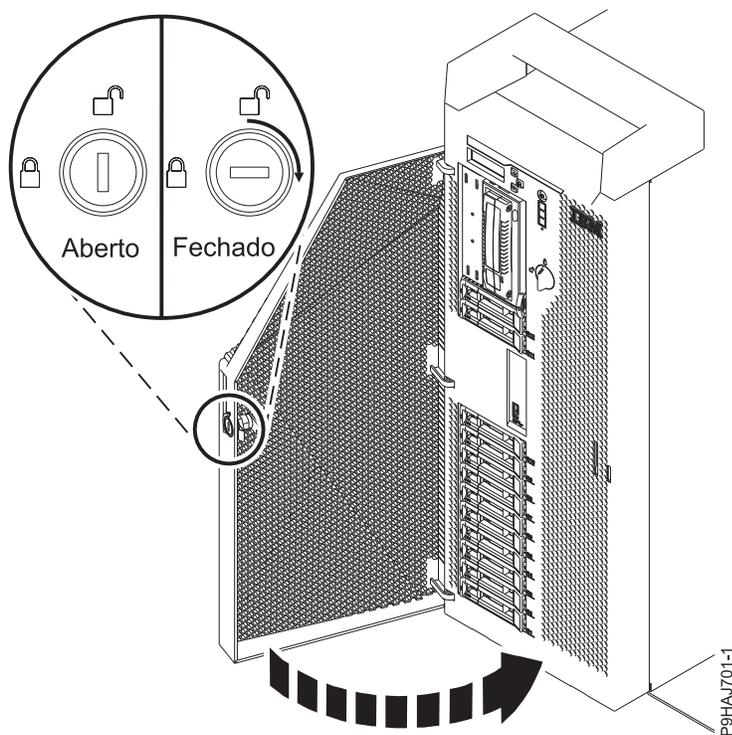

Figura 25. Bloquear a porta anterior
5. Feche a porta anterior. Insira a chave da porta anterior na fechadura conforme apresentado em Figura 25 na página 43. Rode a chave para a direita (no sentido dos ponteiros do relógio) para bloquear a porta. Horizontal está bloqueado; vertical está desbloqueado.